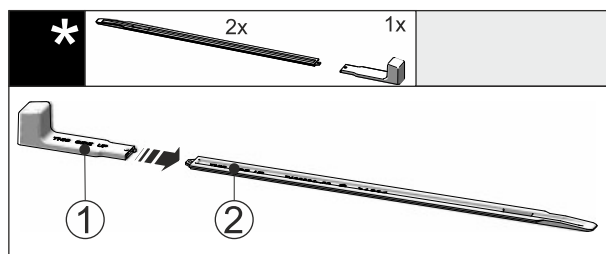

Fig. 42
- Montažni ročaj Fig. 42 (1) vstavite v izravnalno vodilo Fig. 42 (2).